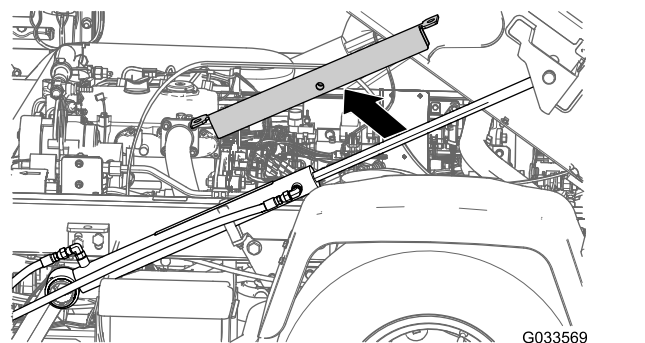
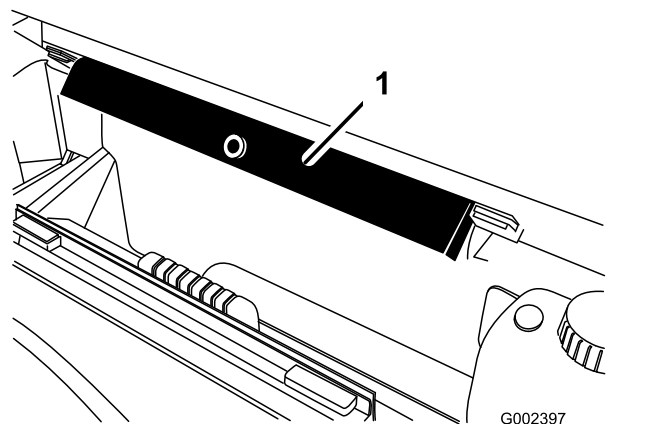

Figura 32
Figura 33
2. Retire el soporte de la plataforma del cilindro de elevación y guarde el soporte en los soportes de almacenamiento en la parte posterior del panel ROPS (Figura 32 y Figura 33)